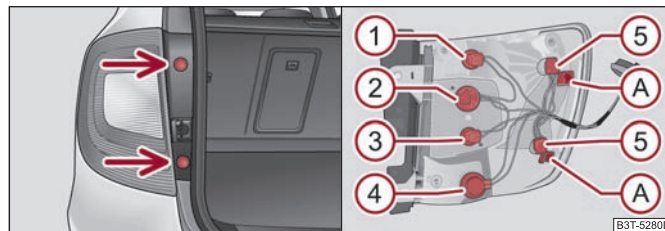

Fig. 43 Smontaggio gruppo ottico posteriore (Combi)
- Estrarre i tappi ⇒ fig. 43 a sinistra e svitare con una chiave Torx il gruppo ottico posteriore³⁾.
posizione di montaggio delle lampadine ⇒ pag. 30, fig. 43.